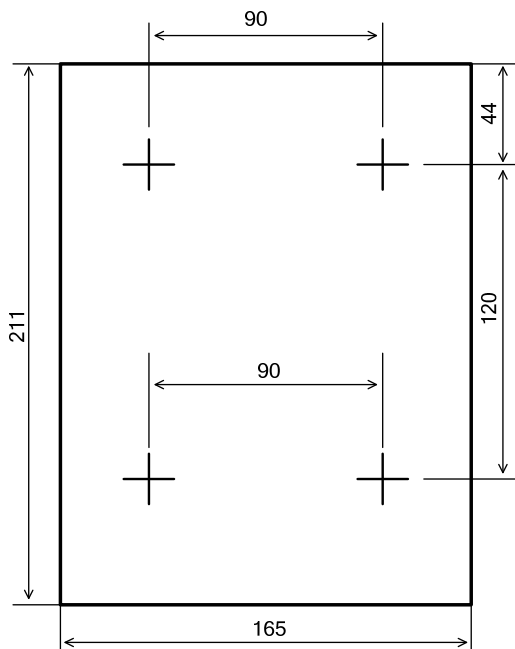

Рисунок 1
2.2.3 Закрепить РИП на стене в удобном месте. Габаритно-установочные размеры указаны на рис. 1.